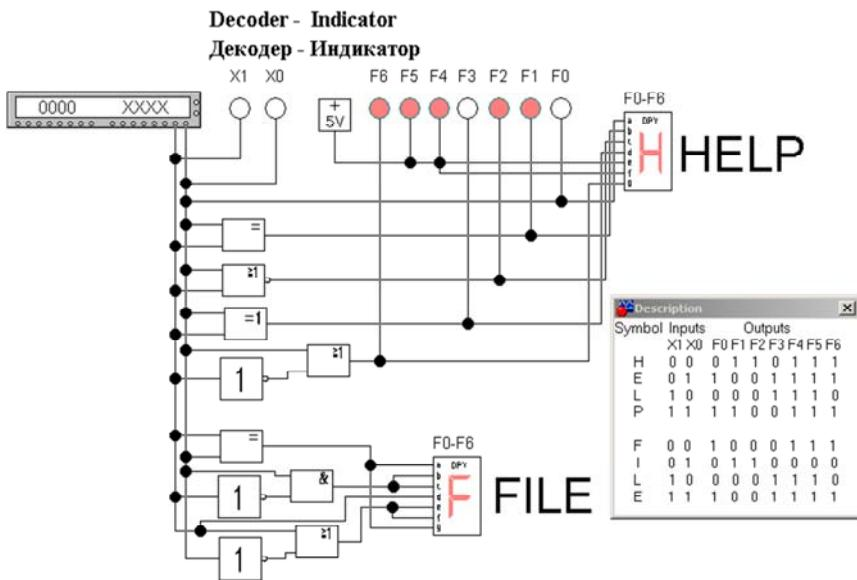

Рис. 13.20. Дешифратор на два входа для индикатора (файл **kl_s_help.ewb**)
8. Рассчитать свой вариант РГР 8. Проверить решенные задачи в EWB (файл **kl_s_help.ewb**, рис. 13.20).